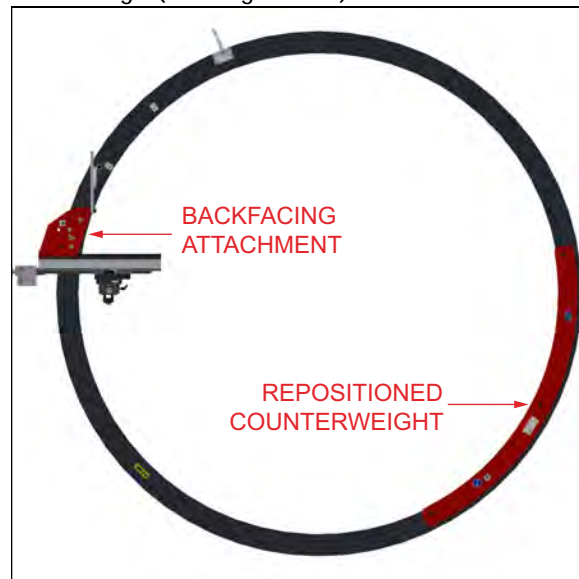

FIGURE 4-2. CONFIGURATION EN FACE ARRIÈRE (ILLUSTRATION AVEC LA ODF80)
La ODF50 Speed Facer peut aussi être configurée avec une fixation en face arrière (disponible en option). Cette configuration permet un surfaçage de bride lorsqu'il existe des obstacles qui passent dans le tube et également un usinage de la face arrière de la bride de boulonnage (voir Figure 4-2).
8. Repositionnez le contrepoids pour l'opposer à l'accessoire fixation en face arrière en le déplaçant dans le sens antihoraire vers la prochaine série de trois trous (voir Figure 4-2, page 24). Cette étape est seulement requise si la machine est montée en position verticale.